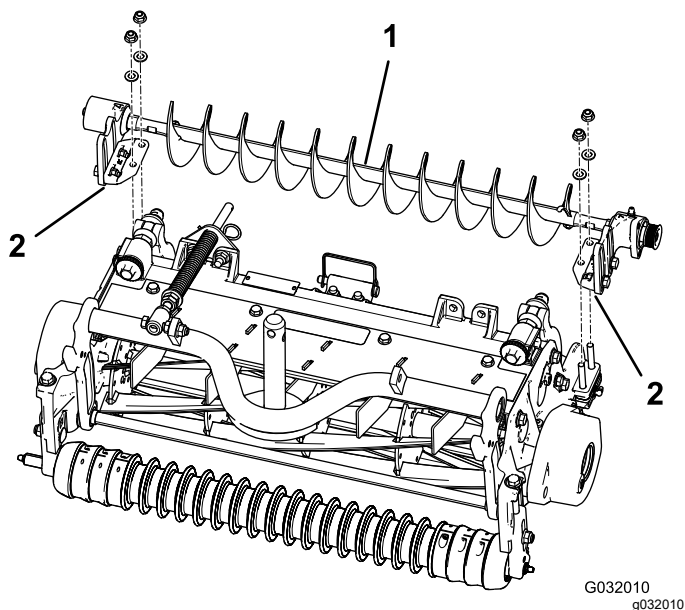

Figura 8
4. Coloque los soportes de montaje izquierdo y derecho del cepillo de rodillo sobre los pernos de los soportes del rodillo (Figura 8).